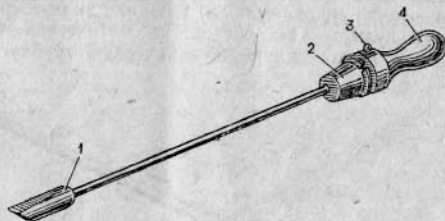

Рис. 3. Обтуратор:
4.5. Obturator (рис. 3) служит для предохранения слизистой оболочки уретры от травмирования при введении ствола в мочевой пузырь. На рабочем конце obturatorа имеется олива. Она образует плавный переход от кожуха лампы (наконечника) к стволу.